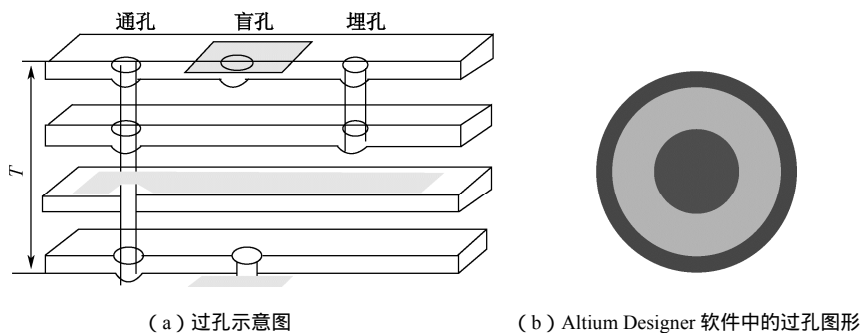

图 3.2.36 过孔 (Via)
(2) 过孔 (Via)：也称为金属化孔或导孔，是用于连接双面板或多面板不同电路层之间的印制导线。过孔分为三类：通孔、盲孔和埋孔。双层板一般使用通孔，盲孔和埋孔在多层板中使用如图 3.2.36 所示。